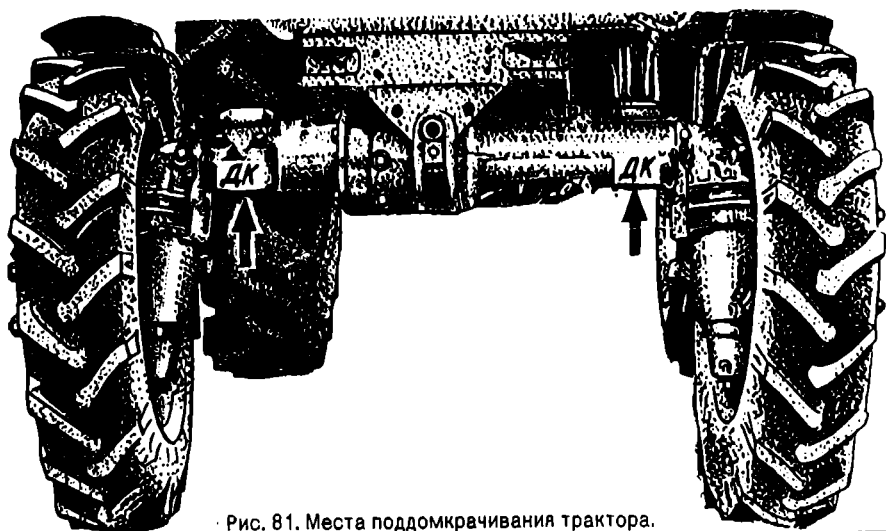

Рис. 81. Места поддомкрачивания трактора.
9.4.2. Поддомкратьте трактор до отрыва шин от опорной поверхности на 8–10 см. Установите подставки под переднюю ось и рукава конечных передач (рис. 81).